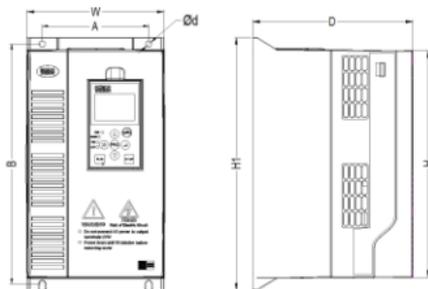

图 8-1 TACG-002-PB 至 280-P 尺寸示意图
TACG-002-PB 至 2800-P 产品外形/ (包装) 尺寸和净/ (毛) 重请见下表, 注意 ( ) 中的数据为对应的包装尺寸和毛重。尺寸标注请见图 8-1。
■ 图 8-1 为尺寸示意图，细节外形特征有差异。